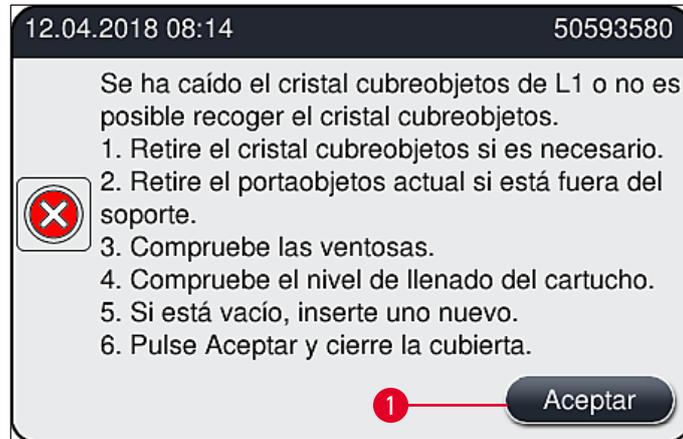

Fig. 109
Si el **módulo Pick&Place** pierde un cristal cubreobjetos durante el transporte hasta el portaobjetos o si el **módulo Pick&Place** no puede extraer un cristal cubreobjetos del cartucho de cristales cubreobjetos después de 3 intentos, se notifica al usuario mediante un mensaje de error (→ Fig. 109).
- ① Si se muestra este mensaje (→ Fig. 109), el usuario debe comprobar primero si se ha perdido un cristal cubreobjetos durante el transporte hasta el portaobjetos o si el **módulo Pick&Place** no ha podido extraer un cristal cubreobjetos del cartucho de cristales cubreobjetos.